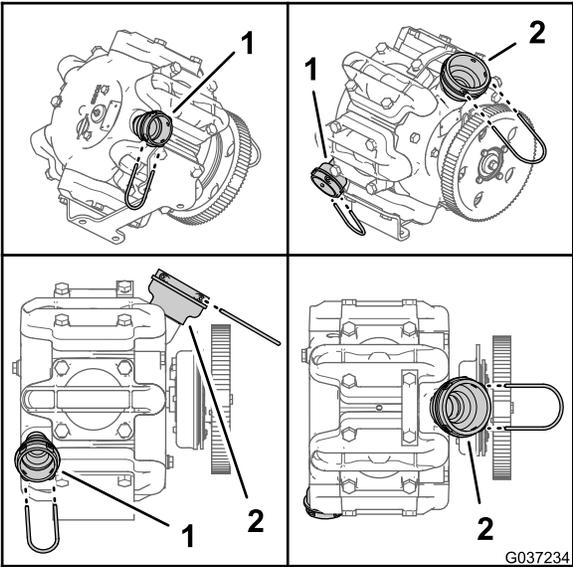
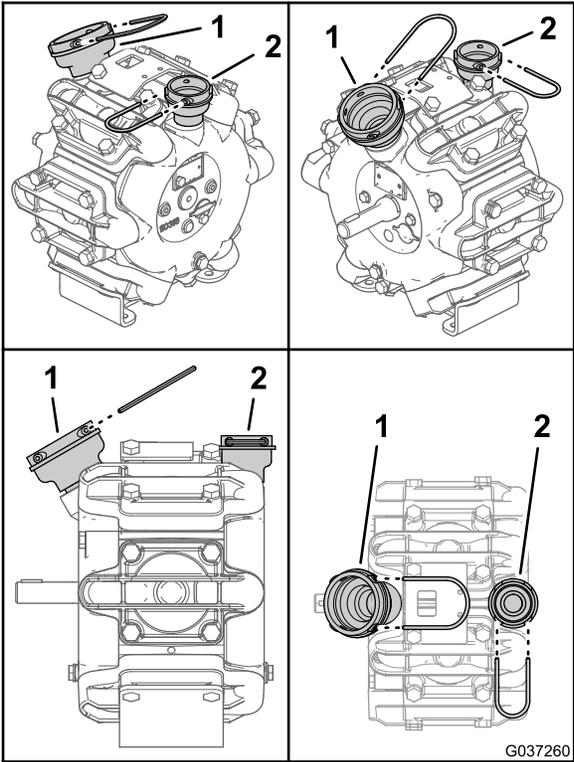

Figura 2
Figura 3
1. Con la bomba de fumigación antigua retirada de la máquina, observe la posición de la horquilla de retención y de sus alojamientos en el conector del orificio de presión; consulte Figura 2 o Figura 3.
2. Observe la posición de la horquilla de retención y de sus alojamientos en el conector del orificio de suministro; consulte Figura 2 o Figura 3.
5. Apriete el conector a mano hasta que los alojamientos de la horquilla de retención estén orientados en la misma dirección que los de la bomba antigua (ver paso 2 de 2 Observe la posición de las fijaciones de la bomba de fumigación. (página 1)); consulte Figura 2 o Figura 3.
7. Apriete el conector a mano hasta que los alojamientos de la horquilla de retención estén orientados en la misma dirección que los de la bomba antigua (ver paso 1 de 2 Observe la posición de las fijaciones de la bomba de fumigación. \(página 1\)); consulte Figura 2 o Figura 3.